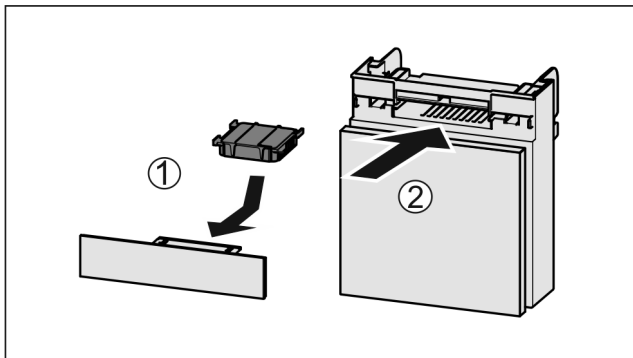

Fig. 155
- Vendorsni filtrin me karbon aktiv siç tregohet në figurë Fig. 155 (1).
- Futni kutinë në vend Fig. 155 (2).